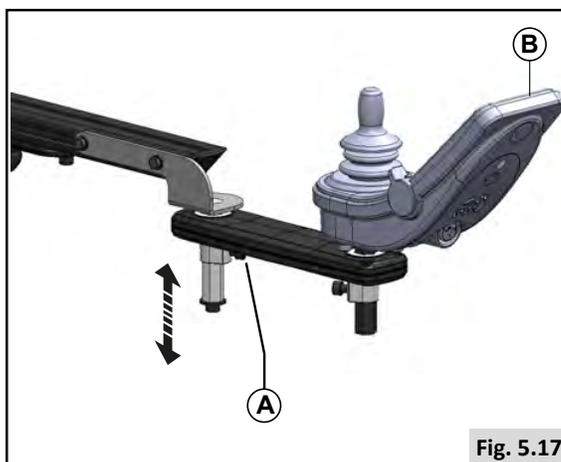
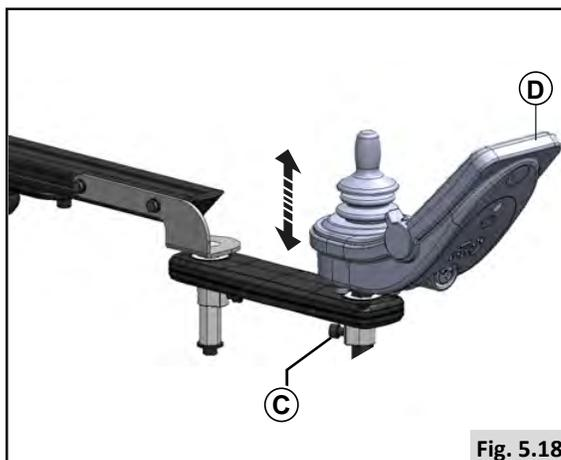

Fig. 5.17
Fig. 5.18
### Pre-setting height of the controller (1) (Fig 5.17)
1. Desserrez la vis (A).
2. Faites glisser les commandes (B) à la hauteur désirée.
3. Serrez les vis (A).
### Préréglage de la hauteur des commandes (2) (Fig. 5.18)
1. Desserrez la vis (C).
2. Faites glisser les commandes (D) à la hauteur désirée.
3. Serrez la vis (C).